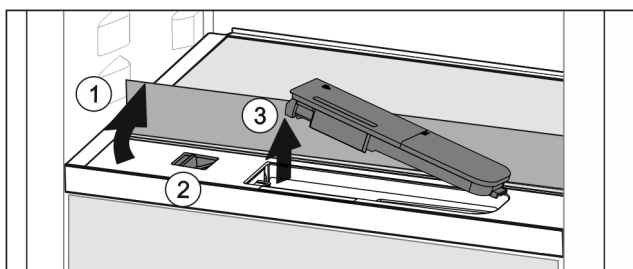

Fig. 42
- ▶ Podnieść płytę szklaną i złożyć ją z powrotem, aż do oporu Fig. 42 (1).
- ▶ Przesunąć suwak Fig. 42 (2) w lewo.
- ▶ Wyjmowanie zbiornika wody Fig. 42 (3).